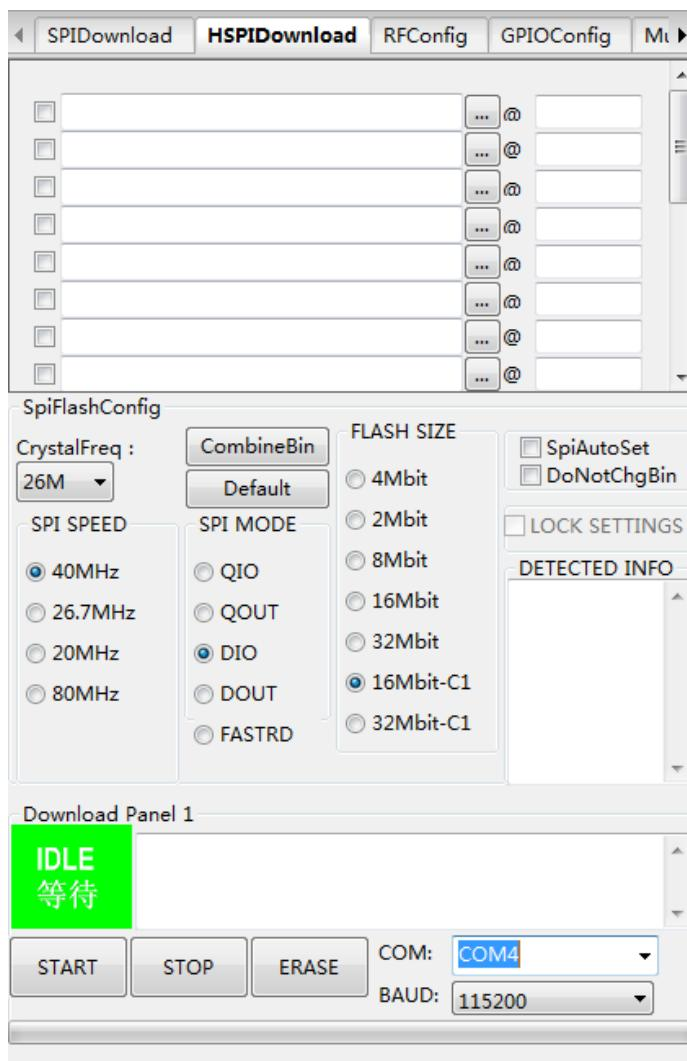

图 4-12. ESP8266 DownloadTool — HSPIDownload
- 下载模组时，选用 HSPI 下载，*CrystalFreq* 选择 26 M 晶振，**SPI MODE** 根据实际情况选择 **QIO** 或 **DIO** 模式，如图 4-12 所示。